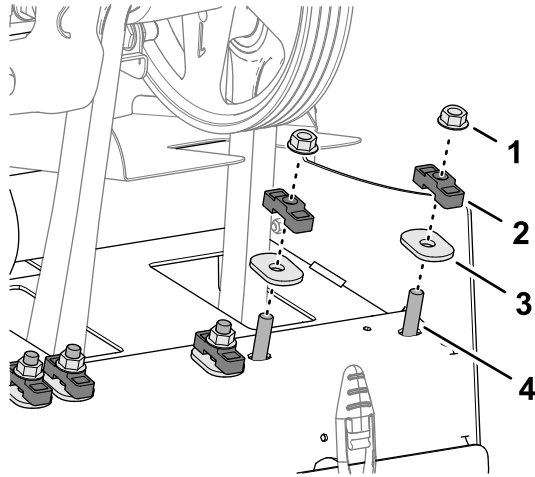

Figura 132
1. Scoateți cele 2 contrapiuli cu guler care fixează arborele amortizorului Roto-Link pe cadrul din spate al mainii (Figura 132).